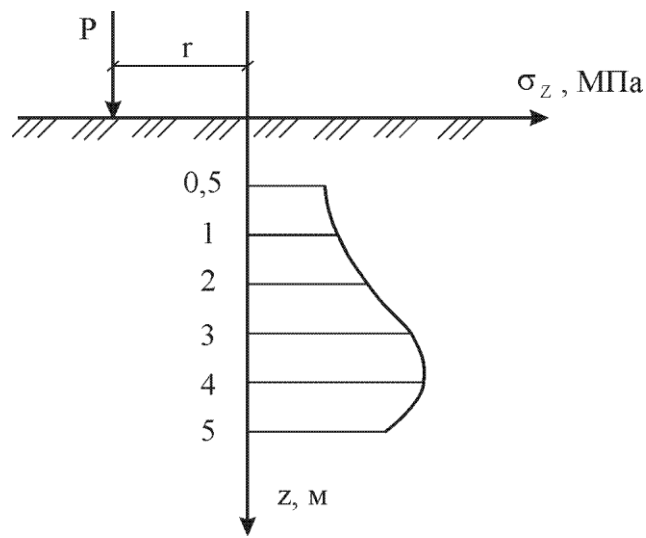

Рис. 2
4.2. На поверхность массива грунта приложена сосредоточенная сила P . Определить значения вертикальных сжимающих напряжений σ_z в точках, расположенных по вертикальной оси на глубине $z=1,2,3,4$ и 5 м от поверхности грунта и удаленных от линии действия силы P на расстояние r . Построить эпюру этих напряжений (рис. 2).